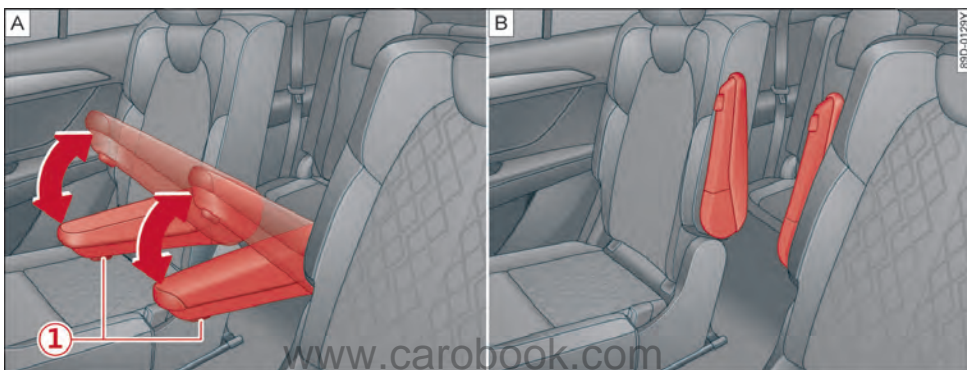

图 57 第二排座椅扶手调节
将扶手向上调节到想要的位置后，按压把手上的按钮⇒图 57①即可锁定当前扶手高度。
按住按钮⇒图 57①向下调节扶手至想要的高度后，松开按钮①即可锁定当前扶手高度。